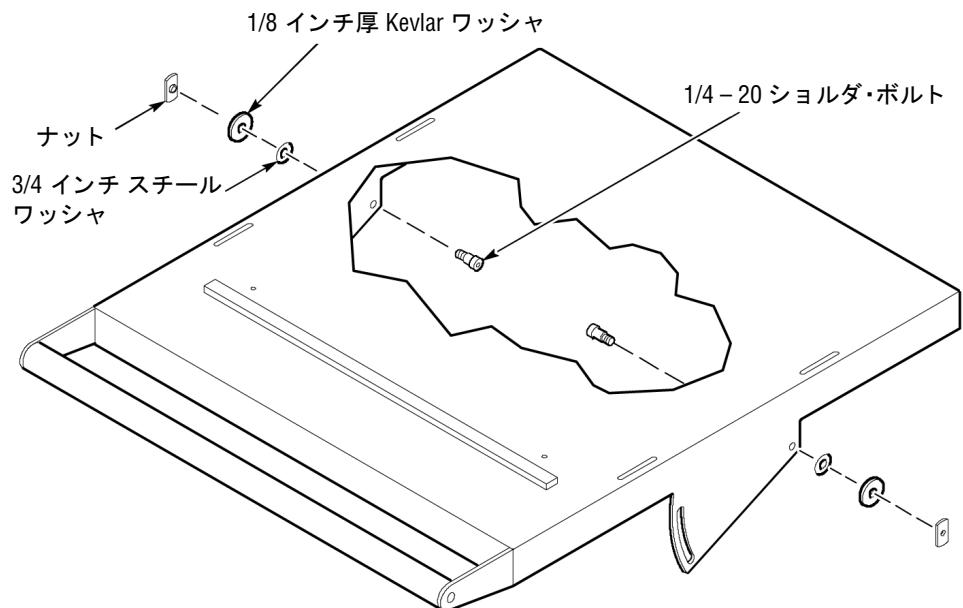

図 12: ハンドル付チルト式天板の準備
- 図 12 に示すようにハンドル付天板を準備し、ショルダ・ボルト、スチール・ワッシャ、Kevlar ワッシャとナットをチルト式天板の後方の穴に取り付けます。前方向の穴は天板に傾斜をつけるための溝です。天板と脚部アセンブリ間で、ワッシャを天板の外側に取り付けます。ネジは軽く締めておき、ナットを 1 回転以上締めないでください。